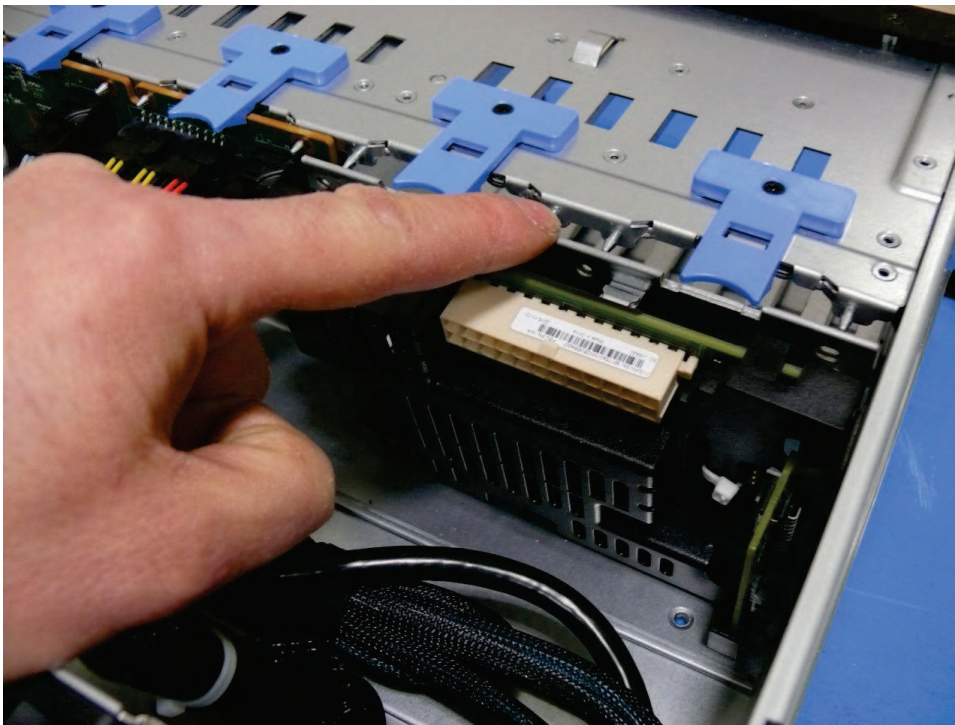

Figura 112. Painel traseiro de bateria no chassi do 2145-SV1
6. Ajuste a borda inferior do painel traseiro de bateria no chassi. Coloque a parte superior na posição até bloquear no lugar, conforme mostrado em Figura 112 na página 135.